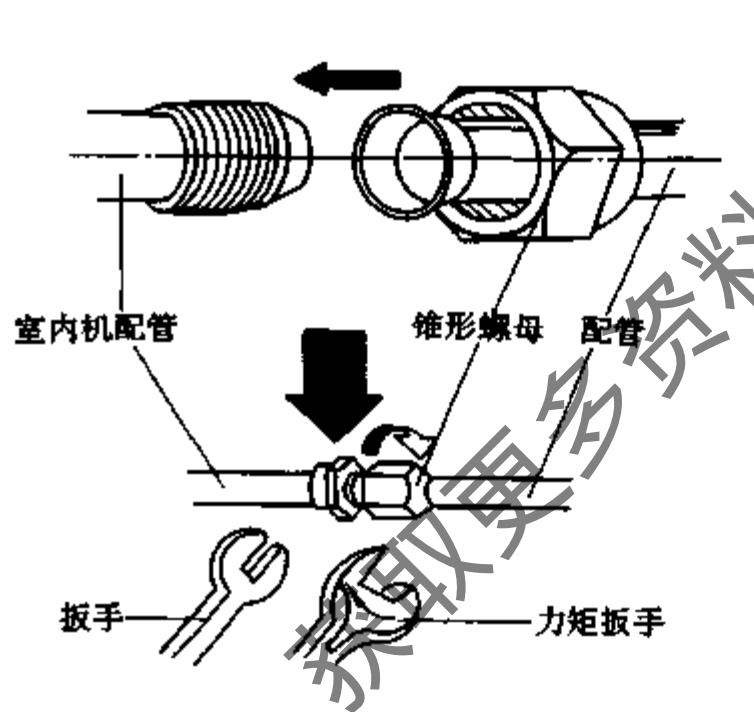
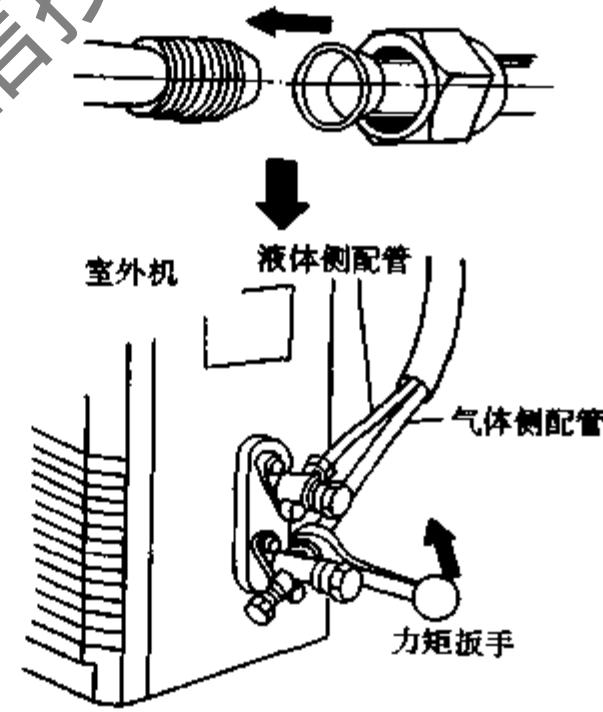

图 7-64 管路连接示意图(一)
图 7-65 管路连接示意图(二)
- (1) 将连管用保温材料包扎好并与电线一起绕扎成一个整体,从室外侧把连管体穿过墙洞进入室内。
- (2) 根据实际要求,对室内部分连管进行必要的弯曲。
- (3) 打开室内机前面的进风栅格。
- (4) 根据走向,把连管从相应工艺孔穿过室内机。
- (5) 连管与室内机的连接:
- ① 用扳手松开室内机热交换器进出口的接头螺母。
- ② 仔细检查接头的清洁情况,并做必要的清洁工作。
- ③ 连接相应的连管到接头上,并旋紧螺母,如图 7-64、图 7-65 所示,并注意用力矩扳手旋转螺母。